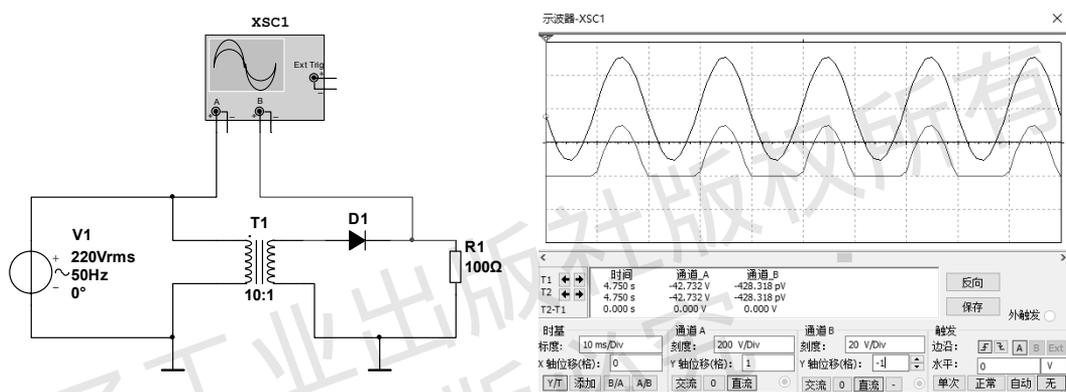

图 1-12 单相半波整流电路仿真图
(1) 图 1-12 为单相半波整流电路仿真图，按图 1-12 绘制单相半波整流电路，观察电源电压和输出电压波形，并记录在表 1-2 中。